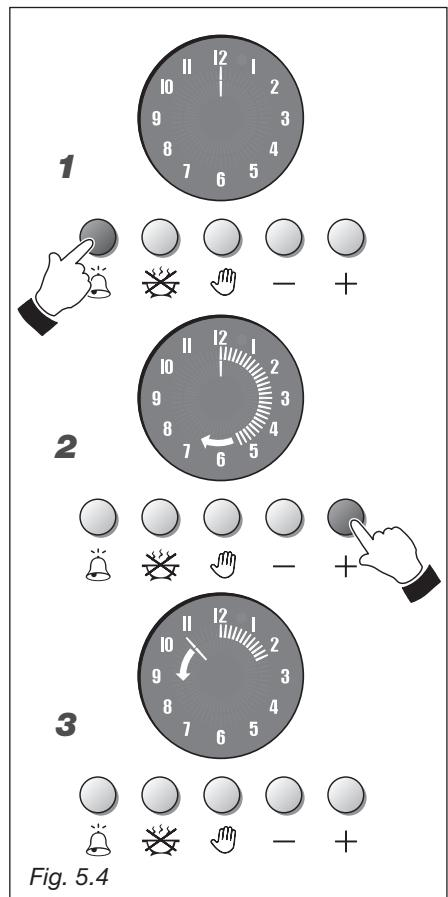

Fig. 5.4
CUENTAMINUTOS (fig. 5.4)
1. Fig. 5.4 - Para establecer el tiempo, presione el botón .
2. Fig. 5.4 - Dentro de 7 segundos presione el botón  hasta que se iluminan los segmentos externos correspondientes al tiempo deseado (cada segmento corresponde a 1 minuto). Si ha pasado el tiempo deseado, presione el botón  hasta realizar el ajuste.
3. Fig. 5.4 - La cuenta atrás inicia inmediatamente y se visualiza una aguja luminosa giratoria en sentido antihorario que a cada vuelta (1 minuto) apagará un segmento.